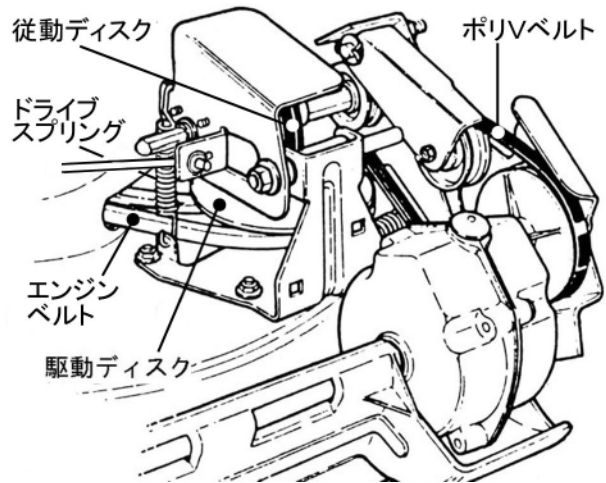

図6-5
- 芝刈機がクラッチレバーを握っても走行しない場合は次のように点検してください。(図6-5)